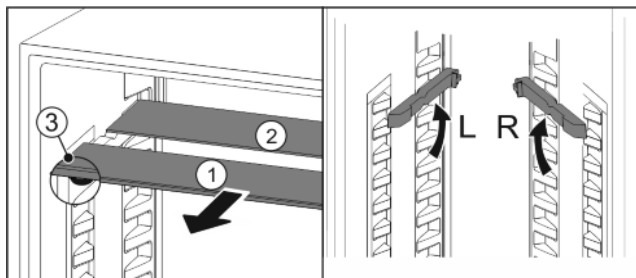

Fig. 20
- Skleněné desky jednotlivě vytáhněte dopředu Fig. 20 (1).
- ▷ Skleněná deska Fig. 20 (1) se zarážkami leží vpředu.
- ▷ Zarážky směřují dolů Fig. 20 (3).